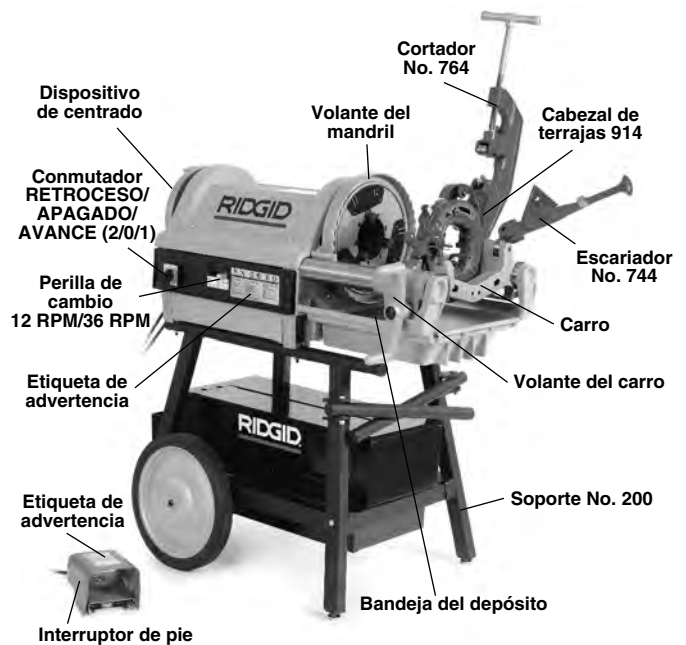

Figura 1 – Roscadora 1224
- Las etiquetas de advertencia están adheridas y legibles (*Figura 1*).